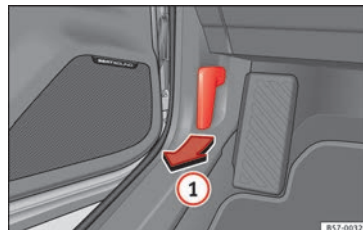

Abb. 9 Entriegelungshebel im Fahrerfußraum.
• Motorraumklappe öffnen: Ziehen Sie an dem Hebel unterhalb der Instrumententafel » Abb. 9 ①.